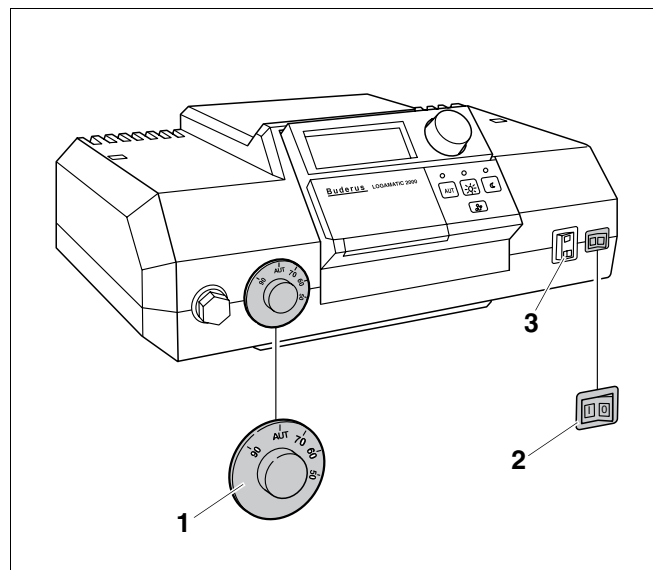
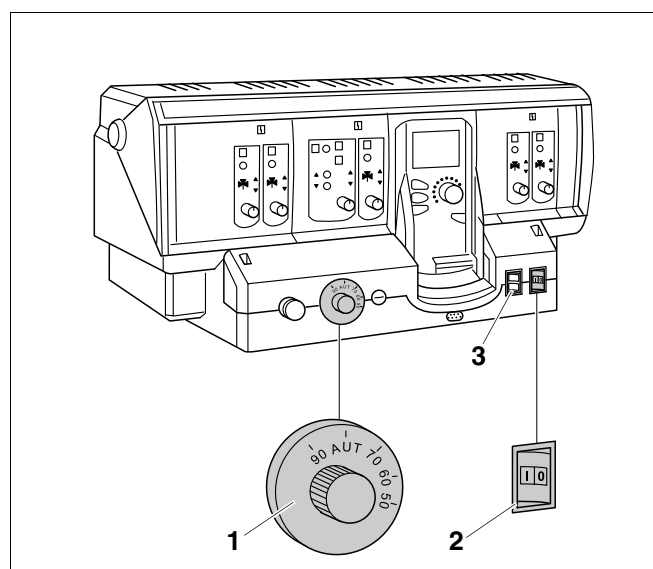

Рис. 3 Система управления (здесь: Logamatic 2107)
Рис. 4 Система управления (здесь: Logamatic 4211)
Включите отопительный котел на системе управления рис. 3 и рис. 4. При включении системы управления запустите горелку в автоматическом режиме. Затем горелка может стартовать от системы управления. Дальнейшую информацию по этому вопросу Вы найдете в соответствующей инструкции по эксплуатации системы управления.
- Установите пусковой выключатель (рис. 3, поз. 2 ирис. 4, поз. 2) в положение "I" (ВКЛ.).
- Установите регулятор температуры котловой воды (рис. 3, поз. 1 и рис. 4, поз. 1) в положение "AUT". При работе в режиме поддержания постоянной температуры установите нужную температуру (минимум 65 °С).
- Установите пусковой выключатель (рис. 3, поз. 2 и рис. 4, поз. 2, стр. 9) в положение "0" (ВЫКЛ.)